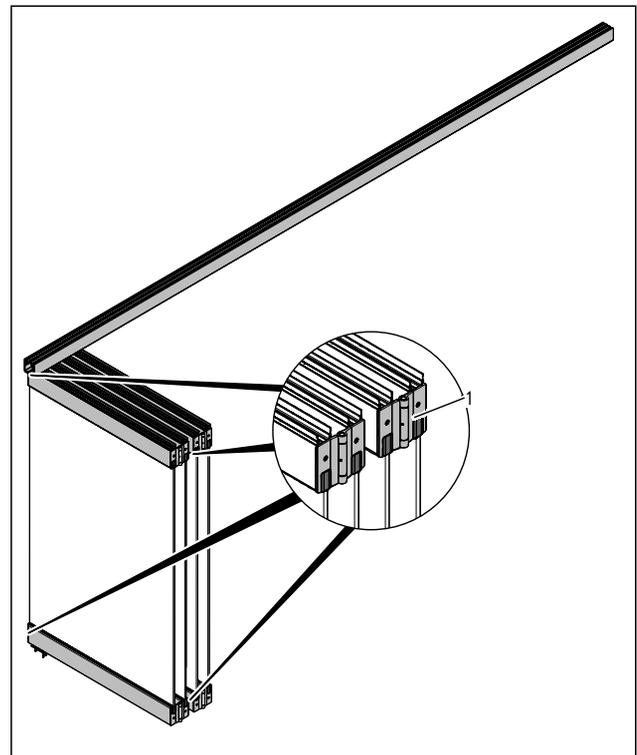

Abb. 29 Faltbänder montieren – FSW EASY Safe (Beispielabbildung)
9. Faltschiebewand öffnen, wie beispielhaft in Abb. 29 dargestellt.
10. Faltbänder an eingehängte Flügel wechselseitig mit 3 Schrauben an den Stirnseiten der Türschiene/Tragprofile (Abb. 29/1) montieren.